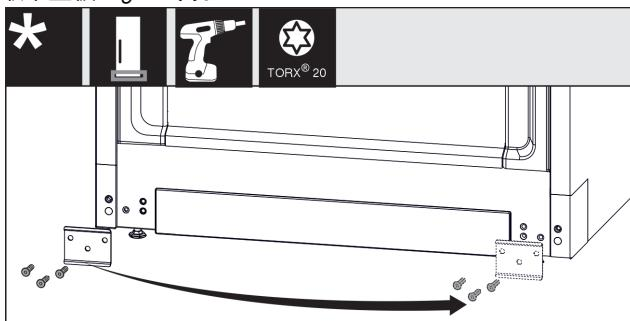

Fig. 16
- 拧下金属板 Fig. 16 (1)，将其移到另一侧，然后重新拧紧。